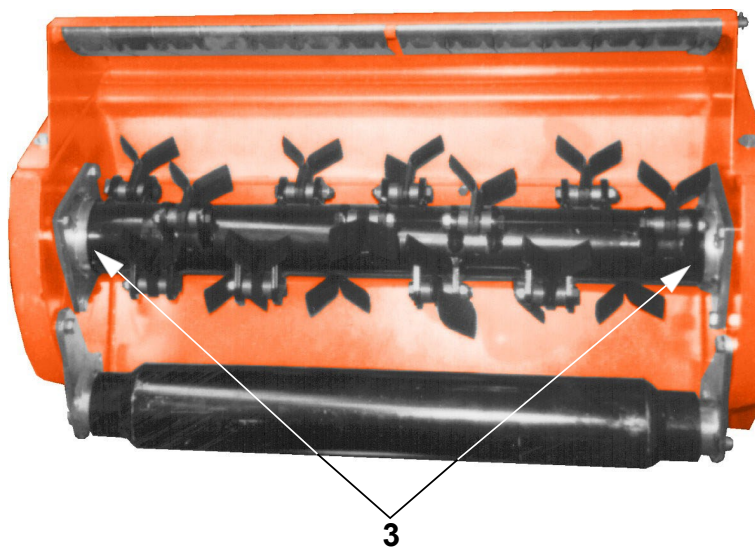

Fig. 8-4
*Undvik att rikta vattenstrålen direkt mot områdena 3 (fig. 8-4).*